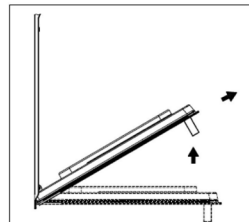

Abb. 2
Schließen Sie nun die Tür leicht und heben Sie sie heraus, indem Sie die Haken (A) wie in Abb. 2 gezeigt herausziehen.